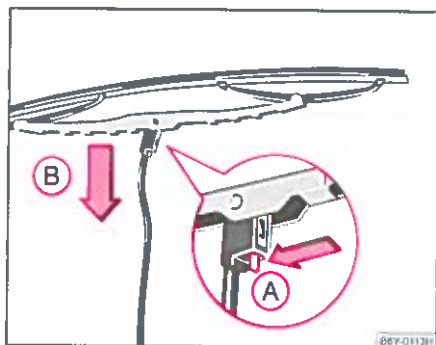

Fig. 43 Viskerblad til forruden
- Viskerarmen klappes væk fra ruden, og viskerbladet stilles retvinklet på viskerarmen ⇒ fig. 43.
- Tryk sikringsfjederen i pilens retning (A) og tryk samtidig viskerbladet mod ruden i pilens retning (B) ⇒ ⚠.